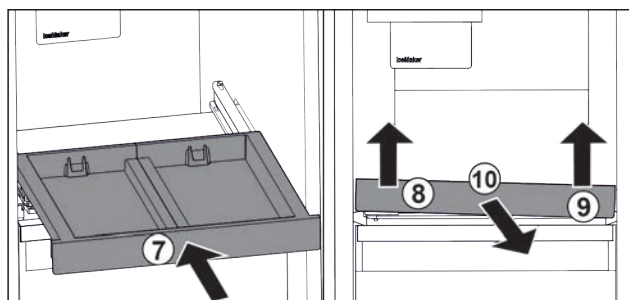

Fig. 25
- ▶ Вставьте выдвижную панель. Fig. 25 (7)
- ▶ Приподнимите выдвижную панель спереди слева. Fig. 25 (8)
- ▶ Приподнимите выдвижную панель спереди справа. Fig. 25 (9)
- ▶ Извлеките выдвижную панель движением вперед. Fig. 25 (10)